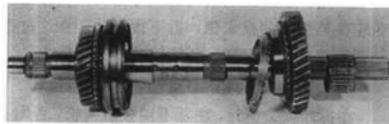

图 10-34
(9) 拆下输出轴上的一档齿轮、滚针轴承和同步器环（图 10-34）。